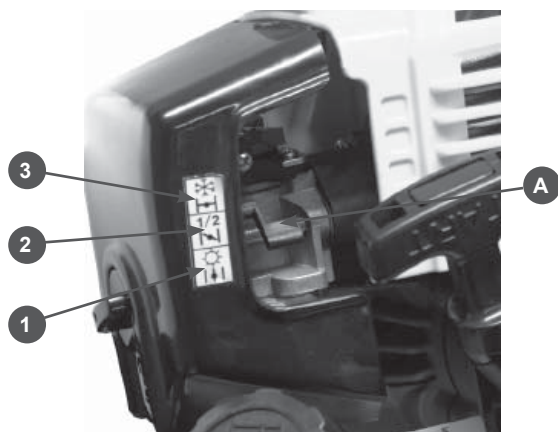

Рис.8
2. Установите рычаг воздушной заслонки (А) в верхнее положение(3) (Рис.8)
6. После первой вспышки переведите рычаг воздушной заслонки в среднее положение(2) Рис.8 и произведите резкий рывок за ручку стартера 2-3 раза. Двигатель должен запуститься.
7. После запуска прогрейте двигатель в течение 30 секунд (рычаг воздушной заслонки в положении 2), затем переведите рычаг заслонки в положение(1) Рис.8.
1. Заслонку при запуске установить в положение(1) Рис.8